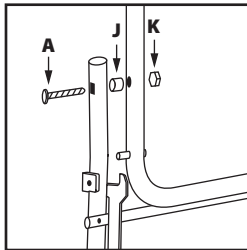

Abb. 5
- Befestigen Sie das Bauteil **4** an **3**, benutzen Sie die Befestigungsteile markiert als **A, J** und **K**. Nicht zu fest anziehen. Auf der anderen Seite wiederholen. **(Abb. 5)**. Achten Sie auf die Stellung der Abstandsteile **J**, diese werden benötigt, um dem Rahmen ausreichenden Spielraum zu geben.